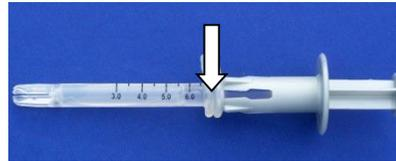

Abbildung 1
3. Stellen Sie wie in Abb. 1 sicher, dass die beiden Laschen beieinander liegen und sich in der 65mm Position befinden.